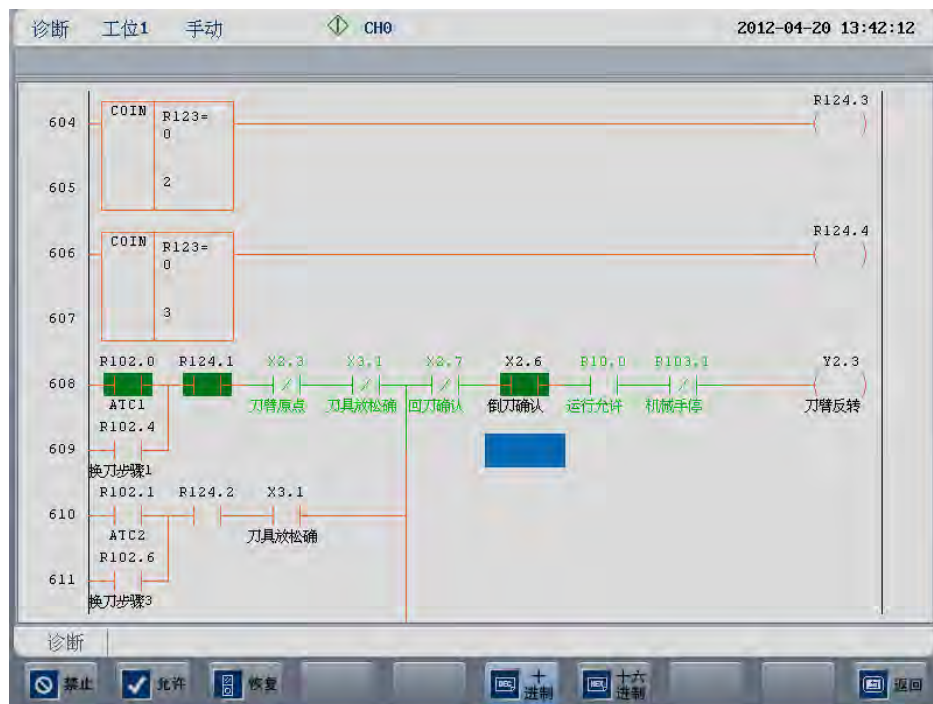

图 6.6.5 强制允许
- 3) 如图 6.6.5，R102.0、R124.1 和 X2.6 被强制允许；